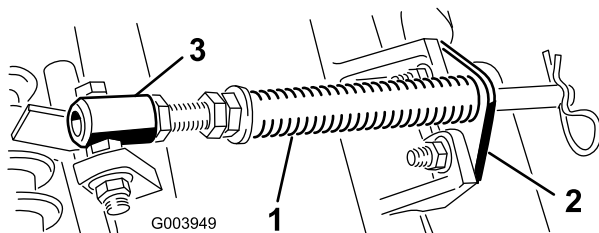

図 5
- B. スプリング・チューブのボルトをキャリア・フレームのタブに固定しているフランジ・ナット（図 5）を外し、アセンブリを取り外す。